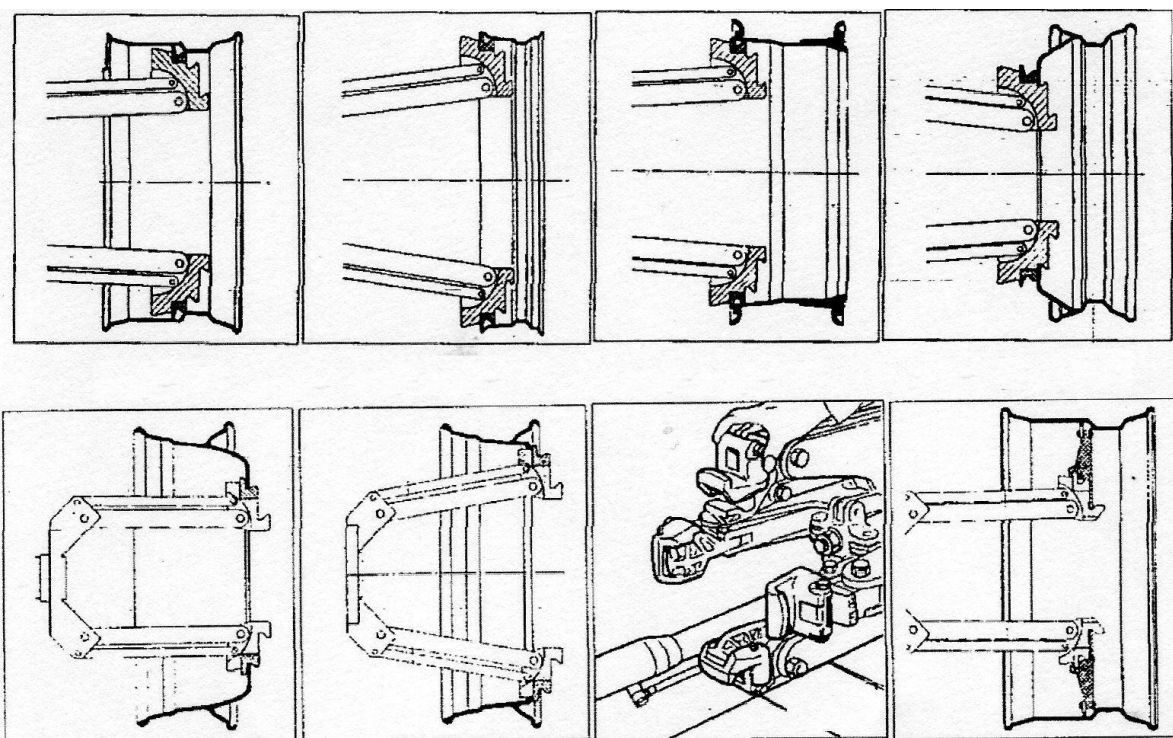
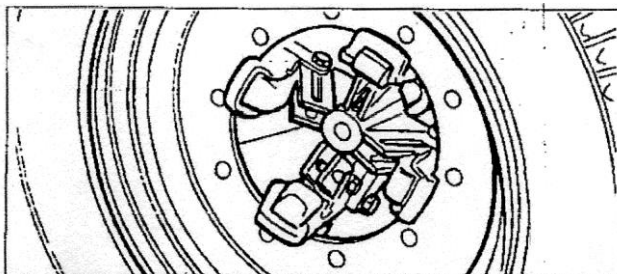

Рисунок 13
Рисунок 14
8.2.1.6 Наиболее удобные позиции закрепления на ободе можно выбрать согласно Рисунок 13.
8.2.2.2 Зажимы типа GL вставляются (крепёж байонетного типа) в рычаг на самоцентрирующемся зажиме (см. Рисунок 13). Благодаря барашковому винту, зажим можно закрепить на стойке. Закрепите обод, как показано на Рисунок 14.
Для работы с ободьями диаметром более 42" без фланца центрального отверстия колесо можно закрепить с помощью надставок PA (опция). Вставьте надставку зажима в рычаг зажима на рычаге самоцентрирующегося зажимного устройства (байонетный крепёж) и закрепите её барашковой гайкой (см. Рисунок 13).